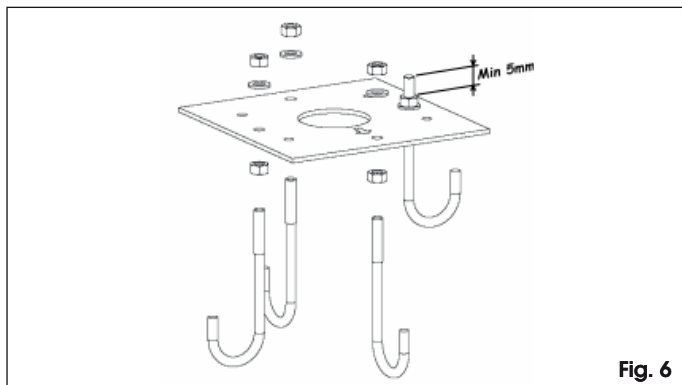

Fig. 6
1. Ensamble la placa de cimentación tal y como se indica en la Fig. 6.